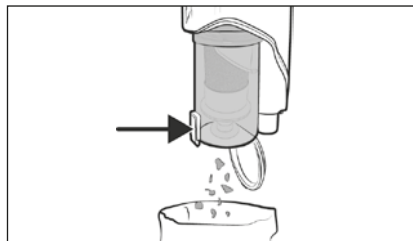

Fig. 16
- 1) Țineți recipientul de praf **7** deasupra unui coș de gunoi și apăsați tasta de deblocare a capacului recipientului de praf **8**. Capacul recipientului de praf **9** se deschide, iar conținutul se varsă în coșul de gunoi (a se vedea fig. 16). Apoi închideți capacul recipientului de praf **9**.